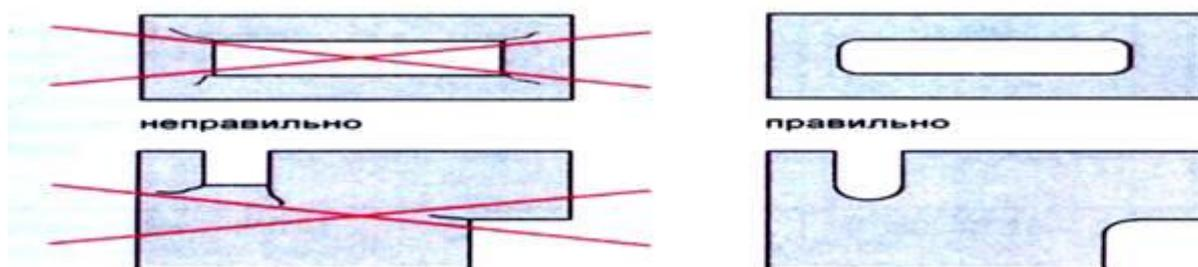

Рис.5
При монтаже указанного оборудования необходимо закруглять все внутренние углы (см. рис. 5). Необходимо первоначально просверлить 4 отверстия (круглой биметаллической пилой  $\varnothing$  14мм) в углах технологического люка (квадрата или прямоугольника), далее соединить отверстия прямыми резами при помощи углошлифовальной машинки, применяя диск по металлу толщиной 1,2 мм. Кромки полученных технологических отверстий требуется обработать наждачной бумагой с двух сторон зерном Р 80-100.
*Если не соблюсти эти правила, то в месте вырезания отверстия (см. рис. 5) в плите может возникнуть микротрещина, которая может распространиться со временем далее по листу*